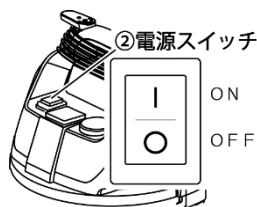

図8
- i. ②電源スイッチがOFF (○) になっていることを確認して、③電源コード収納部から①⑦電源コードを取り外し、プラグをAC100Vコンセントに確実に差し込んでください。その際、③電源コード収納部の左右のフックを軽く引き上げながら同方向側に90°回転させることによって、収納したコードを束ねた状態で外すことが可能です(図8、9参考)。
- ii. ②電源スイッチをON (I) に切り替えて使用してください(図8参考)。
※ゴミを廃棄する際やフィルターを清掃する際は、必ず②電源スイッチをOFF (○) にし、①⑦電源コードのプラグをAC100Vコンセントから抜いた状態で行ってください(図8参考)。